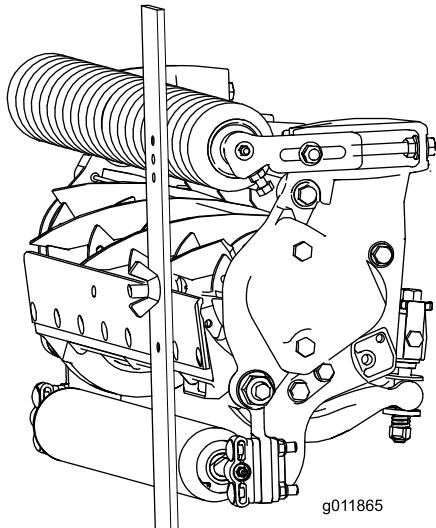

図 19
- ゲージバーのネジ頭を下刃の切っ先に引っかけ、バーの後端を後ローラに当てがう（図 19）。
- バーの前端がローラに当たるように、調整ネジで調整する（図 19）。ローラ全体が下刃と平行になるように、ローラの両側を均等に調節する。